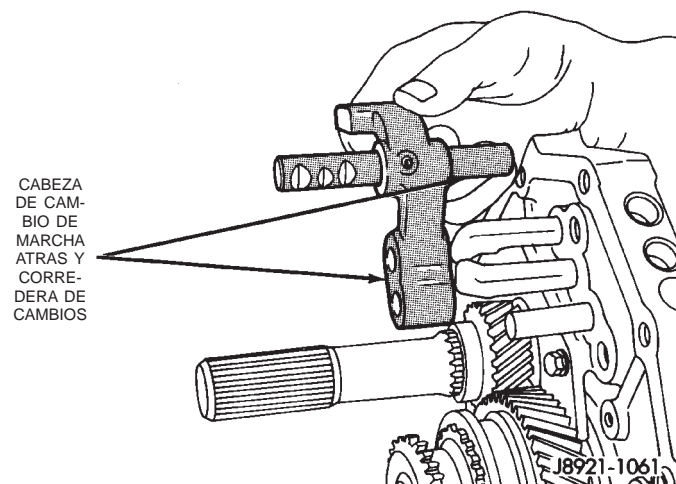

Fig. 55 Desmontaje de cabeza de cambio de marcha atrás
(7) Retire el conjunto de la corredera y la cabeza de cambio de marcha atrás de la placa intermedia (Fig. 55).